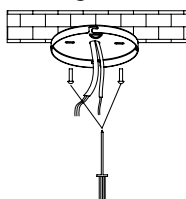

Figure 3
STEP 3: Hang the suspension kit on the mounting plate. See Figure 3.
ÉTAPE 3: Accrochez le kit de suspension à la plaque de montage. Voir la Figure 3.